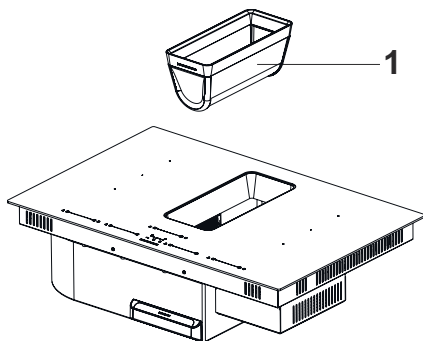

Fig. 10
2. ➔ Fjern fedtfilteret (Fig. 10).